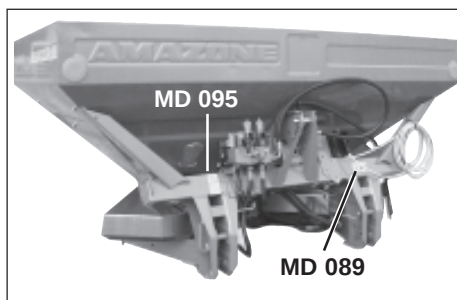
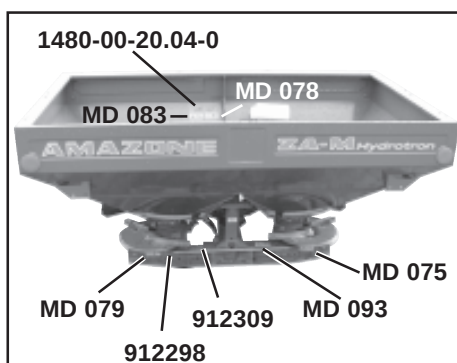

Fig. 2.1
Fig. 2.2
- Fig. 2.1 och Fig. 2.2 visar placeringen av de olika varnings- och anvisningsskyltarna på maskinen. Respektive varnings- och anvisningstext finns på följande sidor.